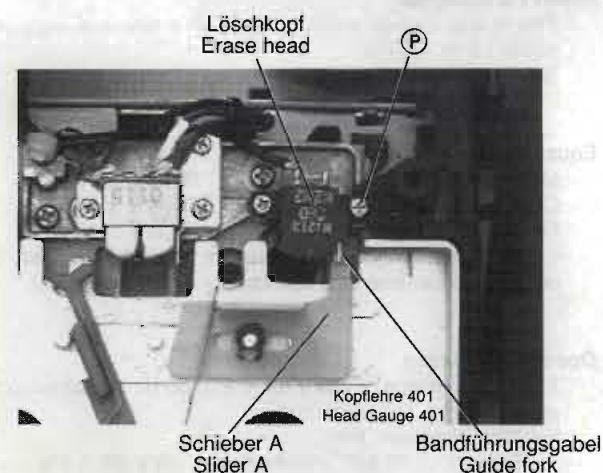

Abb. 14 Fig. 14
- Bewegen Sie den Kopfschlitten mechanisch in die Gerätefunktion: Start ▷, d.h. den Kopfschlitten in die Richtung der Kopflehre schieben. Schieben Sie den Schieber A der Kopflehre zum Löschkopf (Abb. 14). Die Unterkante des Schiebers A muß sich über die Unterkante der Bandführungsgabel des Löschkopfes schieben lassen, nachstellbar mit der Schraube P.
- Move slider A of the head gauge towards the erase head (Fig. 14). The lower edge of the slider A must move smoothly over the lower edge of the guide fork of the erase head. Re-adjustment is possible with screw P.